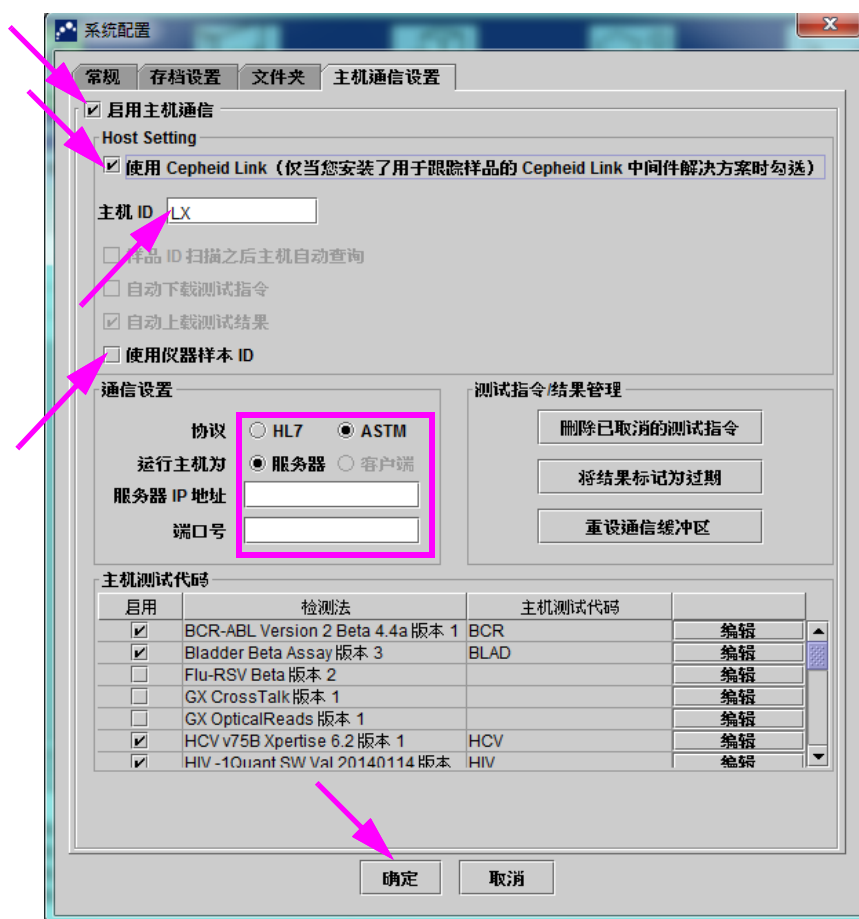

图 2-82. 为 Cepheid Link 配置的主机通信设置工作区
2. 选择**主机通信设置**按钮（参见图 2-82）以显示主机通信设置工作区。请参见图 2-82。
3. 为了启用主机通信，在工作区的左上角选择**启用主机通信**复选框（见图 2-82）。这允许在主机通信设置屏幕上选择其他选项。
- 选择**使用 Cepheid Link** (Use Cepheid Link) 复选框来设置 Cepheid Link 的主机通信。在选择**使用 Cepheid Link** (Use Cepheid Link) 复选框之后，配置过程的大部分将自动完成。请参见图 2-82。
8. 在您已经建立了 Cepheid Link 服务器的主机通信后，选择**确定 (OK)** 按钮。请参见图 2-82。